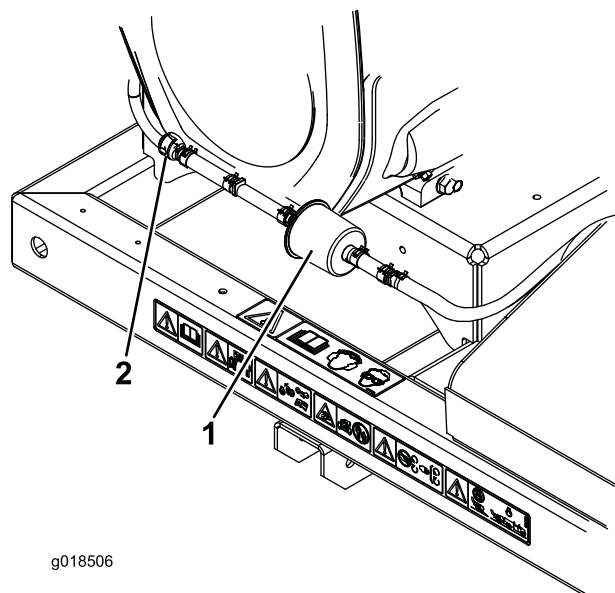

Bild 17
2. Schieben Sie die gefederten Schlauchklemmen an beiden Seiten des Aktivkohlefilters der Entleerungsleitung vom Filter weg (Bild 17).
3. Entfernen und werfen Sie den Aktivkohlefilter weg (Bild 17).
4. Setzen Sie einen neuen Filter in den Schlauch ein; der Pfeil am Filter sollte zum Rückschlagventil zeigen; befestigen Sie ihn mit den Schlauchklemmen (Bild 17).